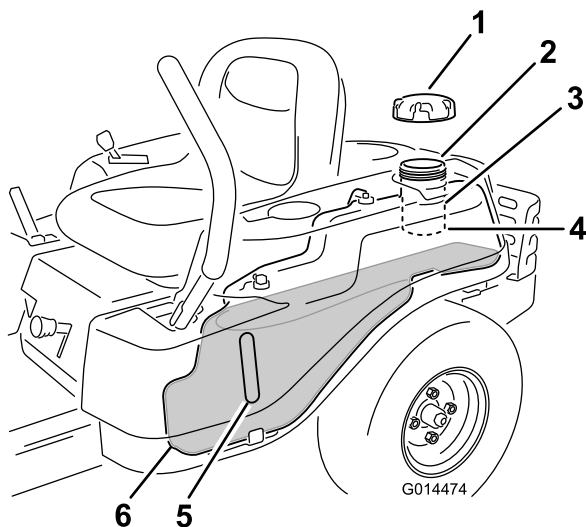

Bild 8
Hinweis: Sie können auf der Benzinuhr den Benzinstand ablesen, bevor Sie den Tank füllen (Bild 8).
2. Füllen Sie **langsam** Benzin ein, bis der Stand an der Unterseite des Füllstutzens liegt (Bild 8).